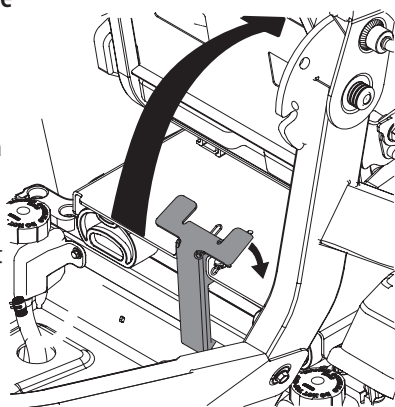

Figure 20
4. Faites pivoter tout le plateau du siège vers le haut. Voir Figure 20.